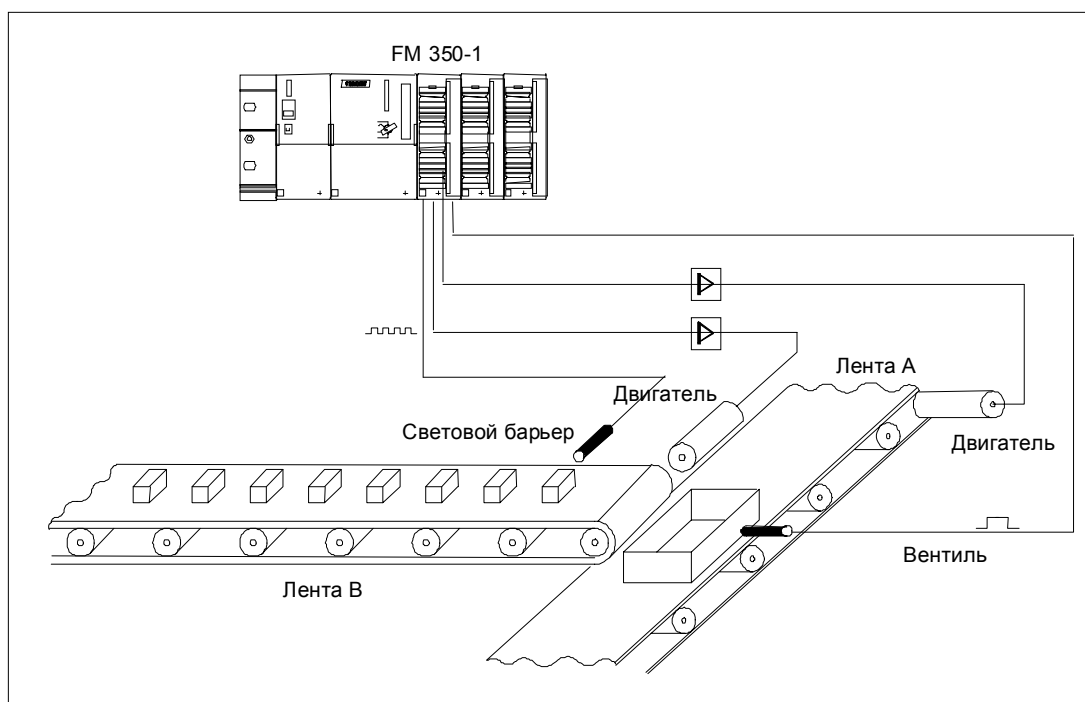

Рис. 1–1. Пример использования FM 350–1 в S7–300
На рис. 1–2 показан модуль FM 350–1 с фронтштекером и шинным соединителем при закрытой передней дверце.
Программное обеспечение для CPU состоит из функции (FC) CNT\_CTRL, вызываемой в пользовательской программе CPU. Эта FC делает возможным обмен данными между CPU и FM 350-1. Кроме того, имеется также функция DIAG\_INF для FM 350-1, с помощью которой можно передавать диагностическую информацию в DB функции CNT\_CTRL. На рис. 1–3 показана конфигурация S7-300 с FM 350-1 и несколькими сигнальными модулями.